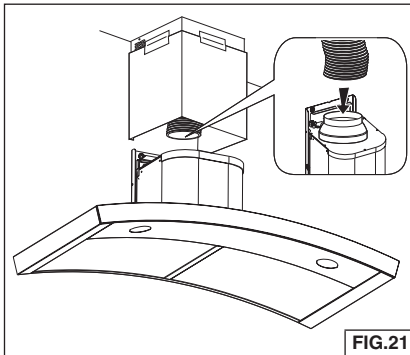

FIG.21
8. Estire el conducto expansible, conéctelo al adaptador de 6 a 8 pulg. (15.2 a 20.3 cm) y aplique cinta para conductos en las uniones. Fig. 21.